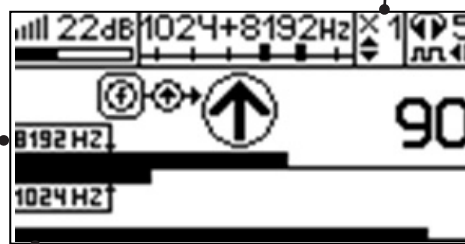

Рис. 7.4
4. «Назначение» производится нажатием кнопки **f** при расположении датчика точно над «выделенной» коммуникацией, считающейся «своей». После этого указатель направления сигнала приобретает вид - (↓). При переходе на «чужую» коммуникацию с другим «направлением сигнала» (или при изменении положения датчика на «обратное») раздастся звук и стрелка покажет «направление сигнала - назад (↓)» (рис. 7.4)
Методика: Производя трассировку с применением ЭМД на низкой активной частоте (512Гц / 1024Гц) (*см. раздел активный трассопоиск*), наблюдать за уровнем сигнала. Локальное повышение и резкое уменьшение уровня указывают на вероятность наличия дефекта изоляции. (*рис. 7.4*) При этом величина сигнала может меняться по различным причинам: положение датчика, глубина залегания кабеля, наличие мешающих конструкций. Поэтому таким методом можно обнаружить лишь «низкоомные» дефекты сопротивлением менее 1кОм.